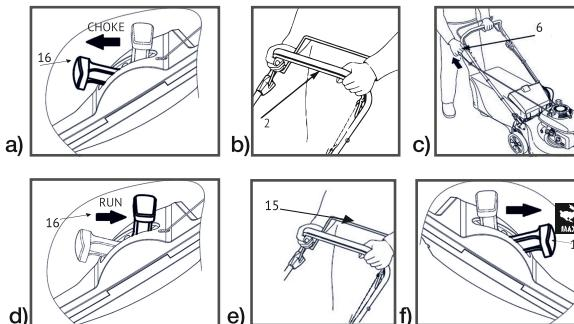

рис. 6
1. Установить ручку регулировки воздушной заслонки (16) в позицию CHOKE/закрыто (рис.6а) - для моделей L5154S и L5362S.
Установить универсальную ручку управления (16) в положение ОТ СЕБЯ- (рис.6а) - для моделей L4710S и L5144S.
2. Подтяните рычаг остановки двигателя(2) к верхней рукоятке(1) и удерживайте его рис.6б.
3. Подтяните ручку стартера (6) до момента, когда почувствуете сопротивление и резко потяните ее для запуска двигателя. Не бросайте ручку стартера (6) после запуска, а плавно отпустите ее. Если двигатель не запускается, повторите процедуру 2-3 раза (рис.6с).
4. Для моделей L5154S и L5362S - установите ручку регулировки воздушной заслонки (16) в положение RUN (рис.6д). При низких температурах дайте поработать двигателю 30 секунд на малых оборотах, прежде чем увеличить их и начать движение.
5. Подтяните рычаг привода колес (15) к верхней рукоятке, газонокосилка начнет движение (рис.6е).
6. Для моделей L5154S и L5362S - обороты двигателя можно регулировать с помощью ручки регулировки (17) от 2.7 до 5 км/ч. Для достижения оптимального результата кошения, рекомендуется косить на высоких оборотах двигателя.